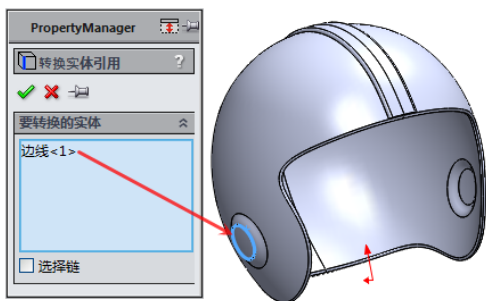

图 16-116 转换引用边线
- 03 单击【草图】选项卡中的【草图绘制】按钮，在绘图区选择【右视基准面】作为草图绘制平面，使用【转换实体引用】命令，引用实体边线如图 16-116 所示。